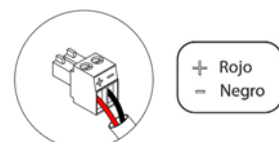

Fig. 17
La conexión de la motorización eléctrica al módulo se realiza mediante una borna de 2 pines (1). Fije los cables con los tornillos de la borna respetando la polaridad de la misma (Fig. 17).